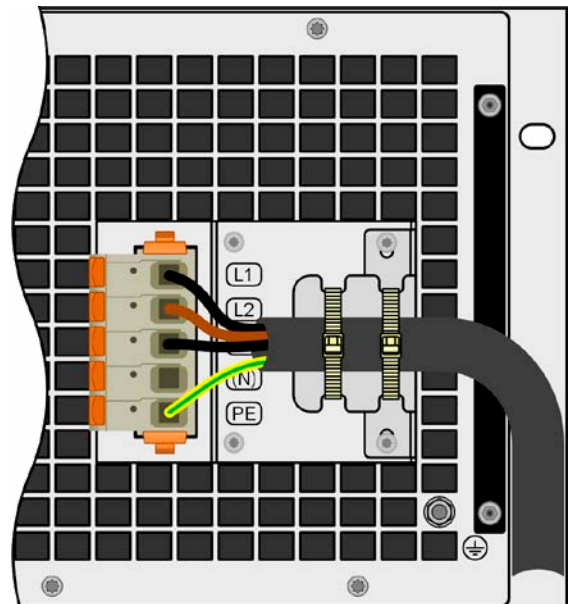

Bild 14 - Fertig montierte Zugentlastung
2. Den Haltewinkel anbringen und mit den mitgelieferten, längeren Schrauben (M3x8) und den Spannscheiben befestigen. Siehe *Bild 14* unten.